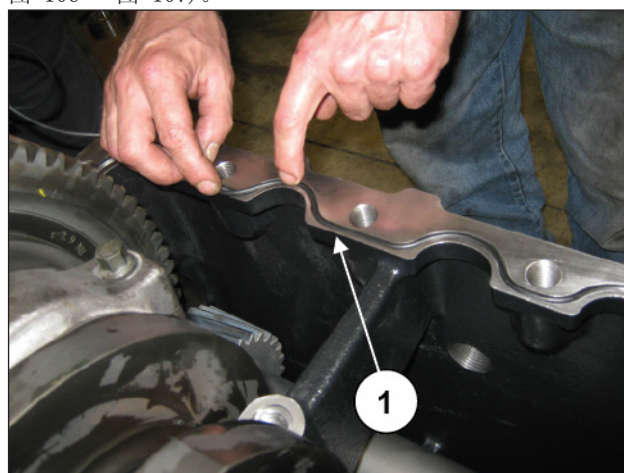
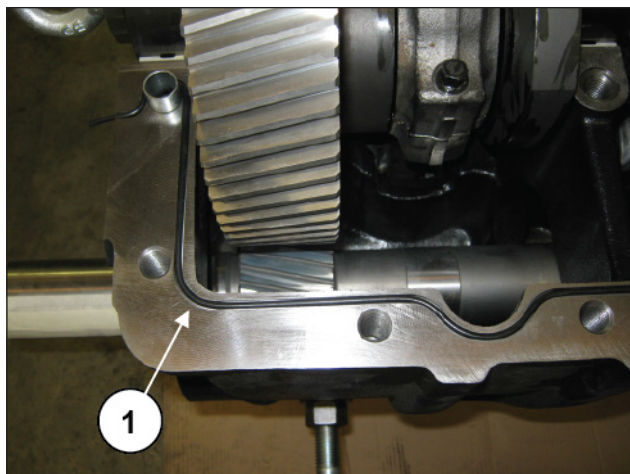
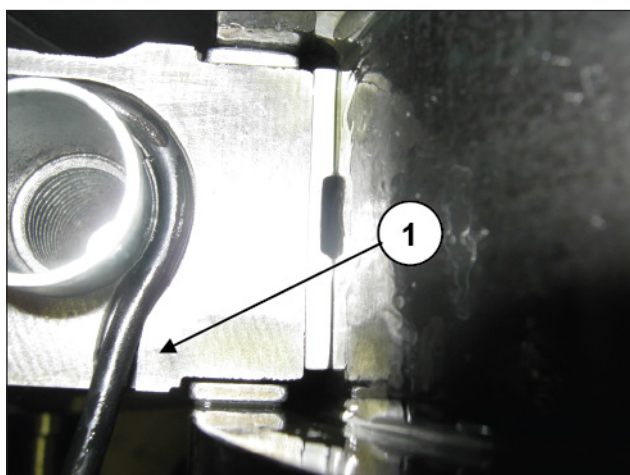
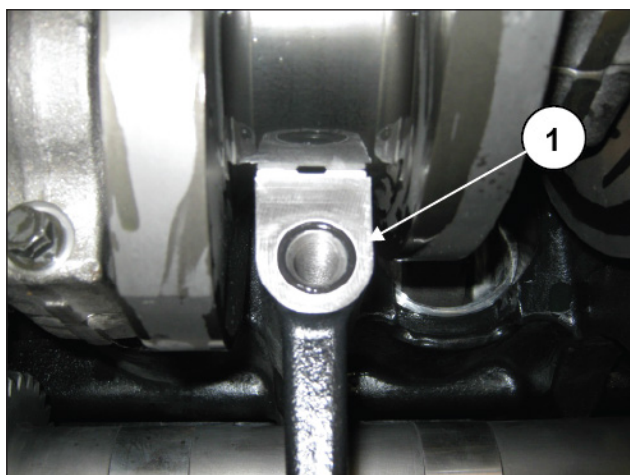

图 104
图 105
图 106
图 107
在前泵壳平面上放入O形密封圈 (①, 图 104 - 图 105 - 图 106 - 图 107)。